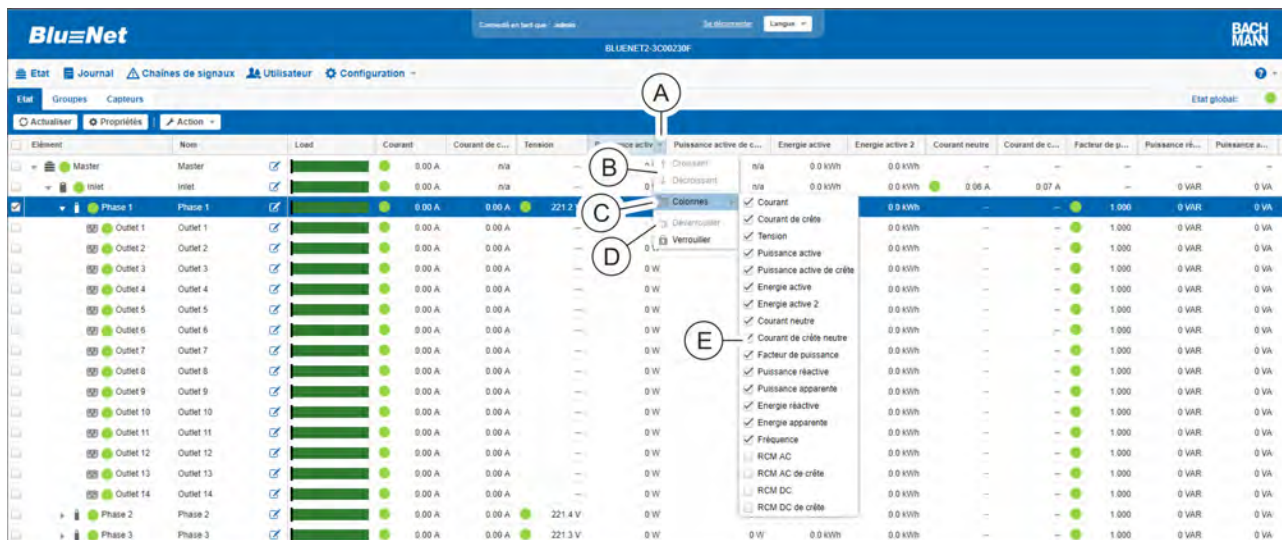

Fig. 94 : Modification du groupement des différentes valeurs mesurées
1. ➔ Déplacer le curseur de la souris dans la ligne de titre de la valeur mesurée (Fig. 94 /A).
2. ➔ Débloquer le verrouillage de la colonne en appuyant sur le point de menu « Déverrouiller » (Fig. 94 /C).
4. ➔ Appuyer sur le point de menu « Croissant » ou « Décroissant » (Fig. 94 /D) pour modifier le tri des paramètres.
6. Dans le point de menu « Colonnes » (Fig. 94 /Ⓢ), cocher ou décocher la case du paramètre souhaité pour le masquer ou l'afficher (Fig. 94 /Ⓢ).
7. Activer à nouveau le verrouillage de la colonne en appuyant sur le point de menu « Verrouiller » (Fig. 94 /Ⓢ).